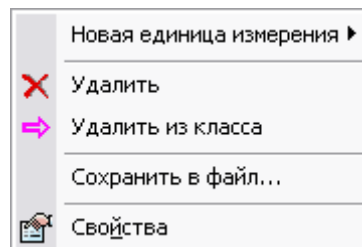

Рис. 81
2. В контекстном меню выберите пункт **Свойства...** (Рис. 81).